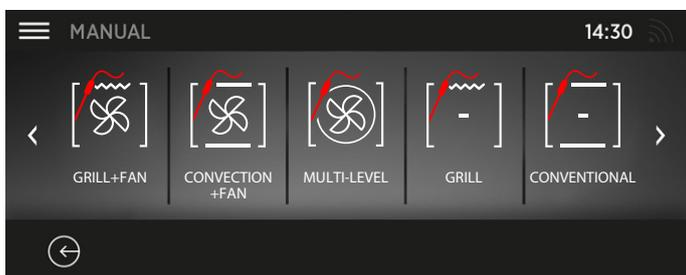

Figure 10
- Vous pouvez maintenant sélectionner la température du four (max. 200 degrés) et la température de la sonde à viande (max. 90 degrés). (Figure 10)